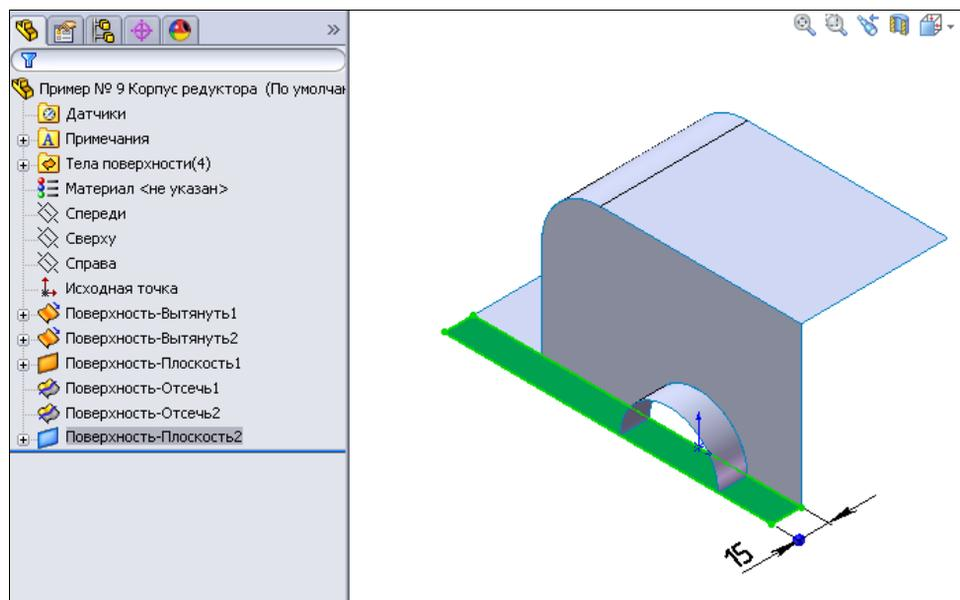

Рис. 2.105
14. Оформим этот эскиз как плоскую поверхность  на панели инструментов **Поверхность**. В результате получим **Поверхность-Плоскость2** (рис. 2.105).